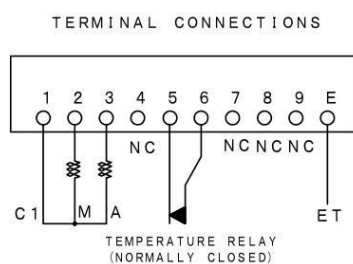

Figura 2-5 Diagrama de cableado de terminal de ánodo
19. Consulte la figura 2-5 para el cableado de la placa de ánodo del ensamblaje.